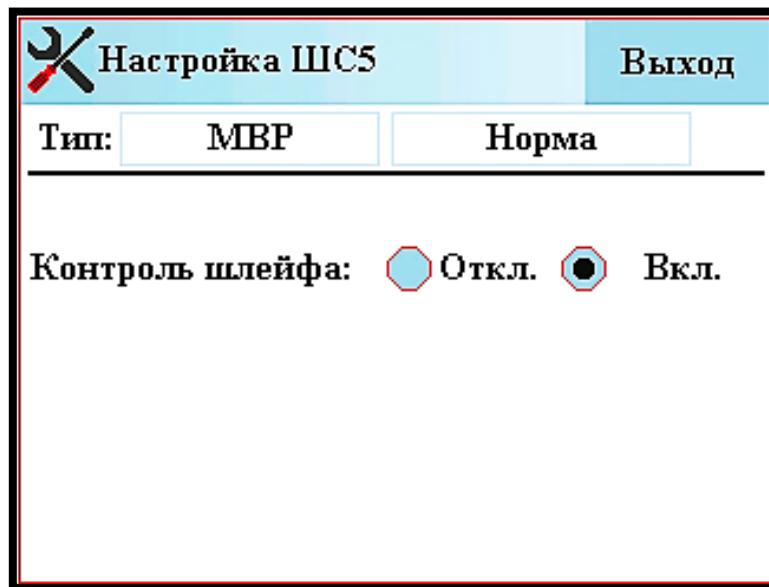

Рисунок 33 - Окно настройки МВР
3.4.6 Настройка малокадрового видеорегистратора МВР (окно настройки – см. рисунок 33)